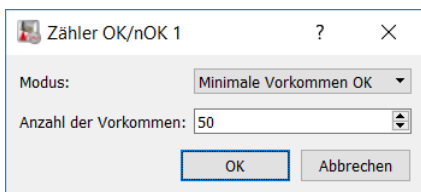

Abb. 6.6: Dialog „Zähler Digitalausgang x“
- ➡ Rufen Sie dazu den Dialog „Zähler Digitalausgang x“ auf (siehe Abb. 6.6) in dem Sie den Button „Zähler...“ betätigen (siehe Abb. 6.5).